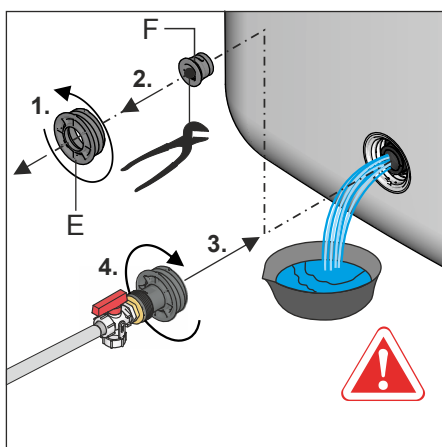

Fig. 8-4 Visser le raccord de remplissage KFE dans le raccord de remplissage et de vidange
- 5 Sur le raccord de remplissage et de vidange, dévisser la pièce filetée (Fig. 8-4, pos. E) et retirer le bouchon de fermeture (Fig. 8-4, pos. F) puis **revisser immédiatement l'embout fileté prémonté avec le raccord de remplissage et de vidange de chaudière** dans le raccord de remplissage et de vidange (Fig. 8-4).